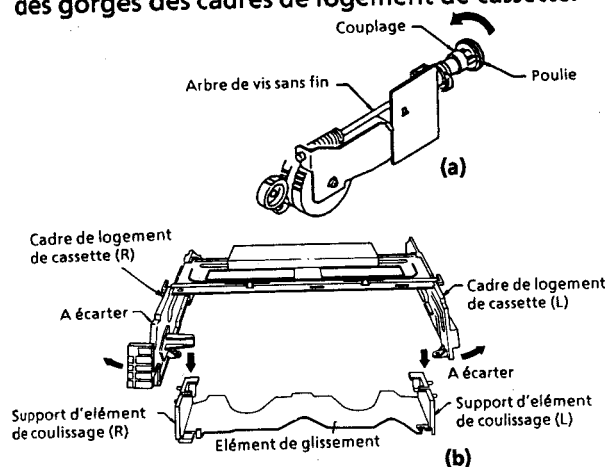

Figure 1-17.
1. Effectuer les opérations de dépose dans l'ordre inverse. (Voir les Figures 1-17 et 1-18).
2. Fixer le levier de dégagement du verrouillage sur le support d'élément de coulissage (R).
3. Faire coulisser le support d'élément de coulissage (R) vers le bas de sorte que les deux ergots du support d'élément de coulissage (R) s'insèrent dans les ouvertures de l'élément de coulissage.